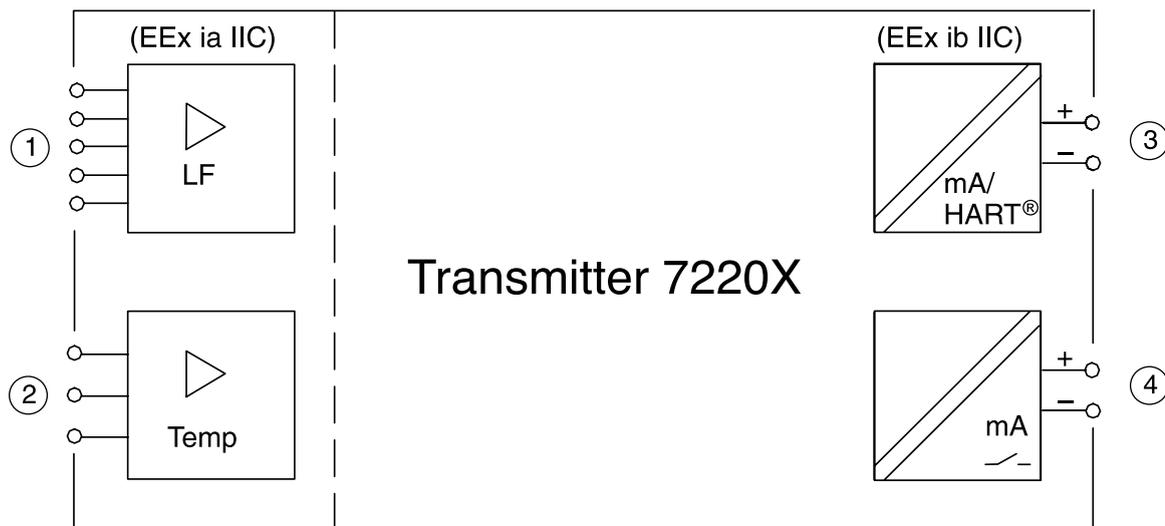

Abb. 2-1 System-Funktionen des Transmitters 7220X
Abb. 2-1 zeigt die System-Funktionen. Es können 2-Pol- und 4-Pol-Meßzellen ① und ein Temperaturfühler ② angeschlossen werden.